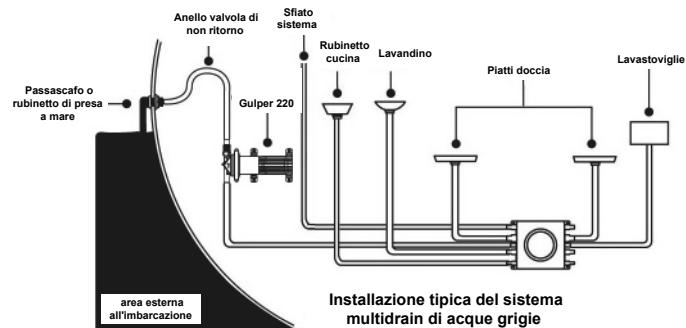

Figura 1 Installazione tipica del serbatoio di acque grigie in un sistema multidrain di acque grigie
WARNING • Tutte le tubazioni devono contenere una valvola/un circuito di non ritorno installata/o. (Figura 1)
- L'acqua pompata **dove** fuoriuscire attraverso un passascafo o rubinetto di presa di mare **al di sopra della linea di galleggiamento**. (Figura 1)
Il serbatoio di acque grigie è progettato per l'uso con acque grigie in imbarcazioni marine di diporto. L'installazione tipica del serbatoio è illustrata in Figura 1. Per le dimensioni del serbatoio vedere Figura 2.